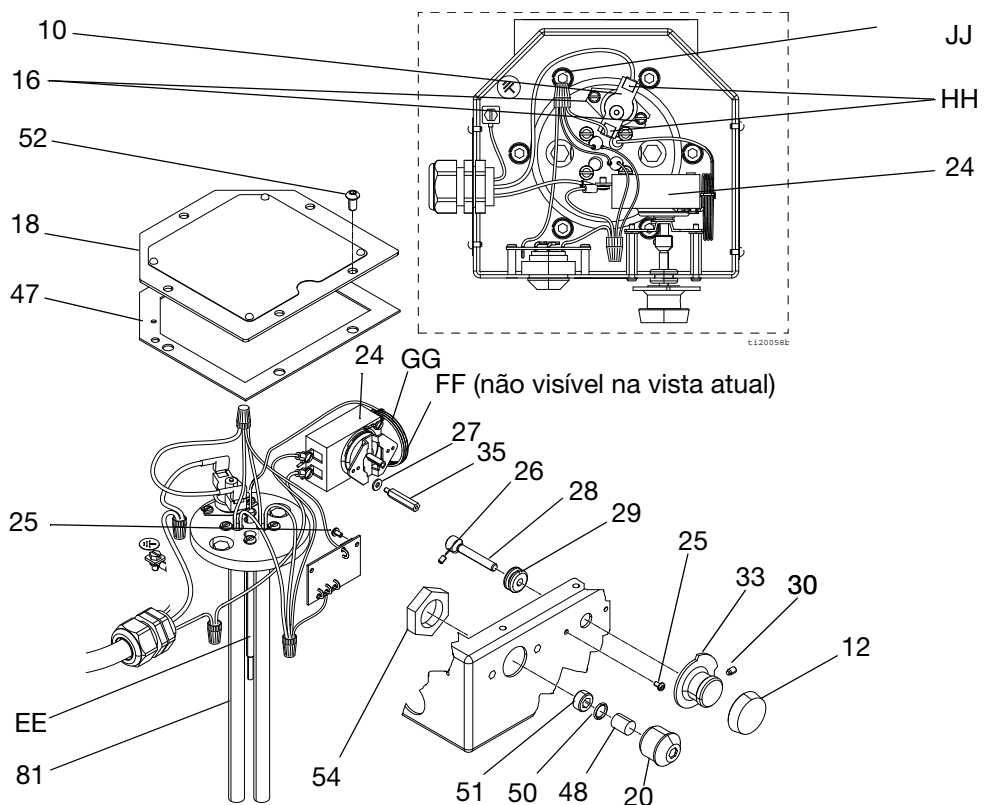

FIG. 12: Reparação do termóstato
(Para o modelo com termóstato, consulte a FIG. 12 na página 21)
Este procedimento aplica-se apenas aos aquecedores controlados por termóstato. Consulte a **Fig. 12: Reparação do termóstato** na Página 22.
- Consulte a FIG. 12 ou FIG. 13 na página 21 para as ligações elétricas.
- **Apenas os modelos 262853 e 24W612:** Certifique-se de que o núcleo (68) está alinhado com o pino do bujão (82) na caixa (67).
- Certifique-se de que a junta (47) está montada e alinhada com os orifícios dos parafusos da caixa elétrica.
- Fixe a tampa (18) com parafusos (52). Aperte os parafusos com um momento de aperto de 10 N•m (85-90 pol-lb).